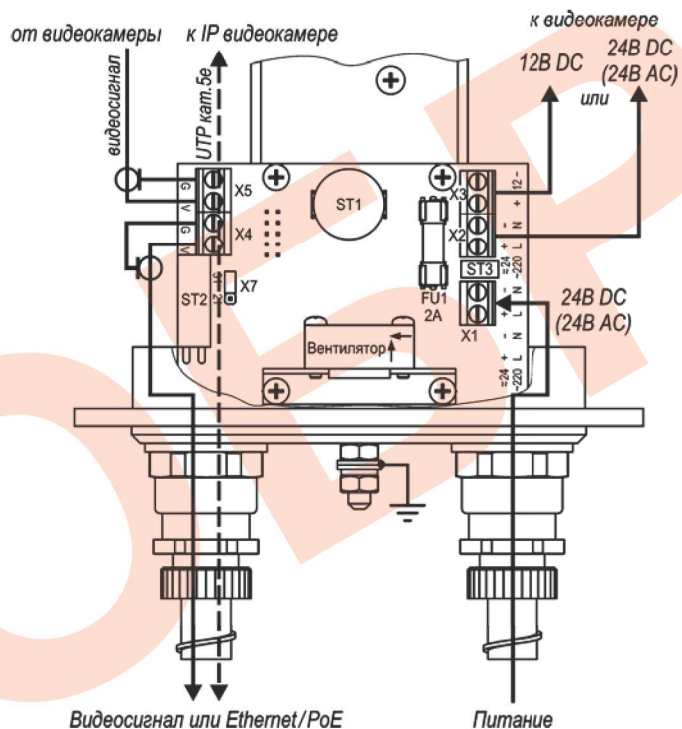

Рис.2 Подключение ТГБ-8Г Ех-24/12(24); ~24/12(~24)
4. Подсоединить видеокамеру к контактам платы коммутации в соответствии со схемой подключения (рис.2, 3 или 4).
5. Ввести через гермовводы внешние кабели (кабель видео и кабель питания) и подключить их к плате коммутации (рис.2 или 3).
Предприятием изготовителем джампер Х7 установлен в положение «31» - мощность обогрева 31 Вт, для изменения мощности на 21 Вт джампер Х7 необходимо переставить в положение «21» (см. рис.2 и 3).